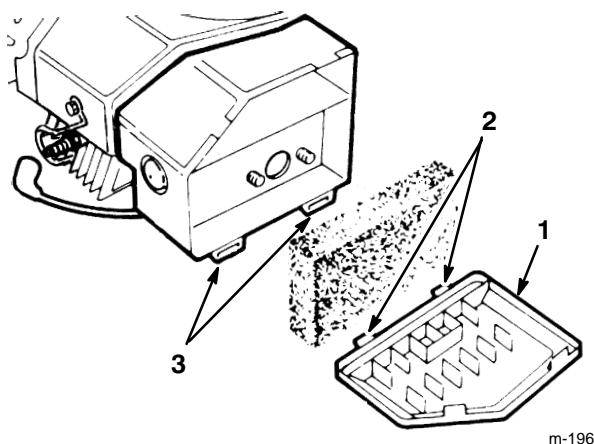

Abbildung 5
1. Die unteren Zungen der Luftfilterabdeckung in die Schlitzte stecken. Die Abdeckung nach oben drehen und einschnappen lassen (Abb. 5).